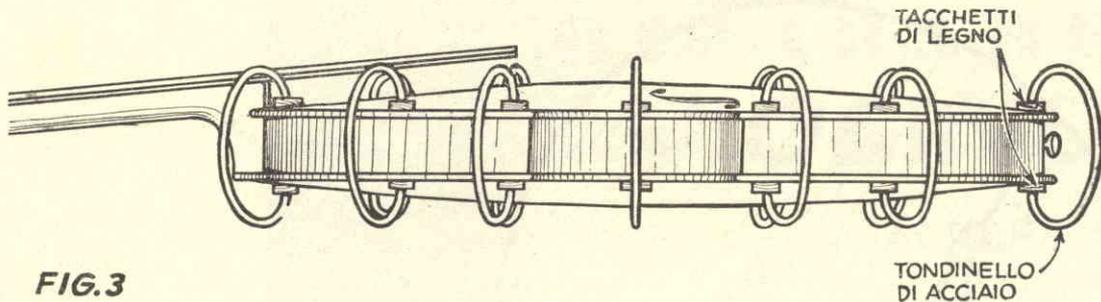

FIG. 3
Dopo aver tracciato il disegno staccare dal metallo il foglio di carta e percorrere nuovamente i contorni, direttamente sul metallo, per approfondirli alquanto (fig. 2). Poi, capovolgere il lavoro e tracciare un'altra linea a fianco dei contorni, dalla loro parte interna (fig. 3). Questa operazione va fatta tenendo il lavoro sulla superficie di media durezza (foglio di cartone, rivista).
La linea «interna» al contorno (per intenderci, quella di cui abbiamo parlato in riferimento alla fig. 3) va tracciata tenendo l'utensile in angolo (non verticale) sul contorno vero e proprio, in modo che quest'ultimo serva da guida. Se volete essere sicuri da quale parte del contorno va tracciata la linea «interna», tenete presente che quest'ultima deve essere dalla parte che andrà poi posta in rilievo.
**Rilievo arrotondato:** Dopo aver eseguito qualche lavoro col sistema dello sbalzo in piano ed avrete acquistata una sufficiente esperienza, vorrete senza dubbio provare a fare dello sbalzo arrotondato (fig. 12). La sola differenza tra i due sistemi è che, invece di fare le linee « interne » con la punta del lapis o del tondino (fig. 3), nel secondo sistema il disegno viene sbalzato con i margini curvi per mezzo di una gomma da cancellare (fig. 13). Ed ecco come: il lavoro è disposto su di una superficie morbida ed il disegno viene sbalzato passando, tra i suoi contorni, una gomma da cancellare. Fate dei passaggi precisi, leggeri e rapidi, evitando di applicare una eccessiva pressione, che potrebbe lasciare nel metallo delle ammaccature profonde.
torno allo strumento, a distanza di cinque o sei centimetri l'uno dall'altro, tanti anelli d'acciaio che premono la tavola contro le fasce per assicurare l'aderenza finché la colla non sia asciutta (fig. 3).